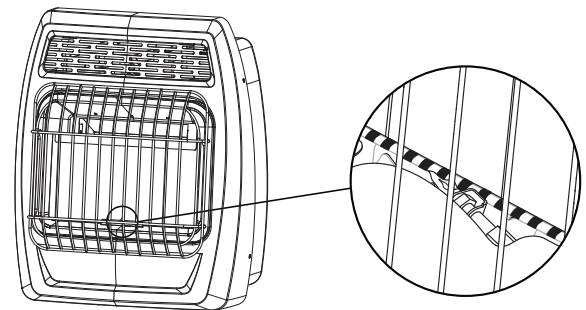

Fig. 24 - Ubicación de la llama del piloto
6. Con la perilla de control oprimida, presione el encendedor hasta que el piloto se encienda. El piloto es visible, centrado abajo de las placas, detrás de la rejilla frontal. (Ver Fig. 24)
7. Mantenga oprimida la perilla de control durante (30) segundos después de que el piloto encienda. Suelte la perilla de control.